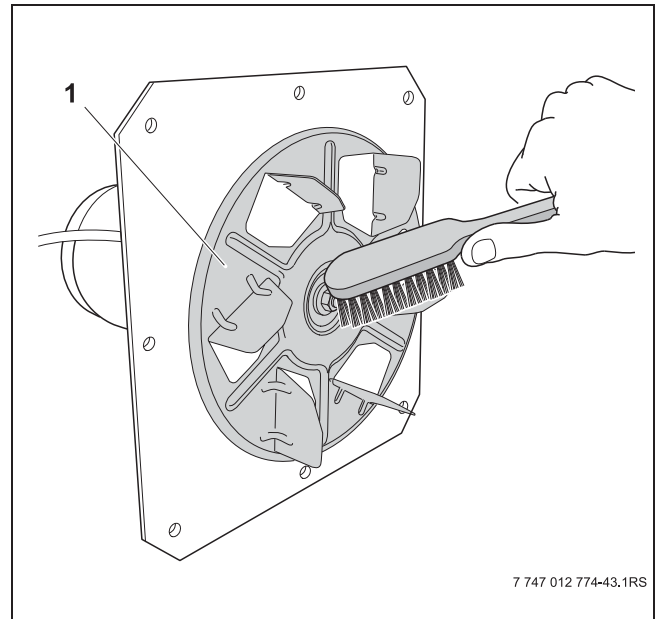

Figura 35 Curățarea rotorului suflantei
- Curățați cu atenție rotorul (-> figura 35, poz. 1) de resturile de cenușă și de calamină utilizând o perie de sârmă moale.